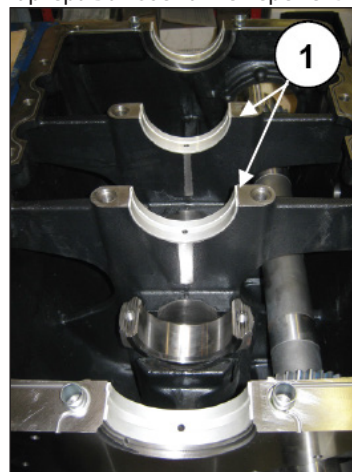
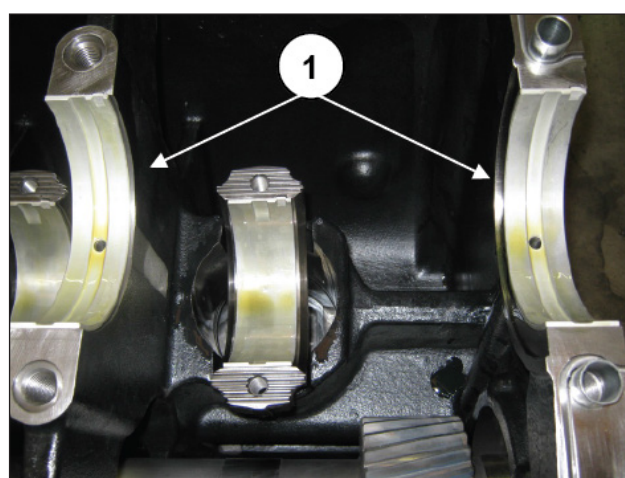

Рис. 37
Рис. 38
Удерживайте половины вкладышей подшипников (поз. ①, Рис. 37 и Рис. 38) в соответствующих гнездах переднего картера во избежание перемены их местами.